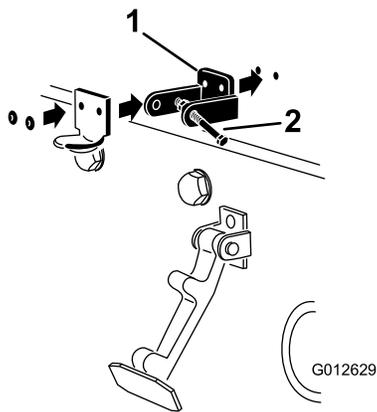

图 7
4. 对准安装孔的同时将锁定支架和机罩门锁支架放到机罩上图 7。
6. 用铆钉将支架和垫圈铆定到机罩 (图 7)。